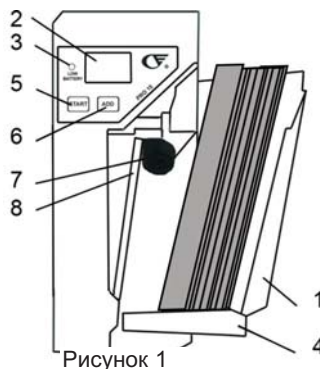

Рисунок 1
3.6 Нажмите на кнопку «**START**». Сдвигающий ролик 7 начнет вращаться и банкноты будут укладываться на крышку 1. По окончании пересчета банкноты должны лежать ровной стопкой на крышке - см. рис. 1.